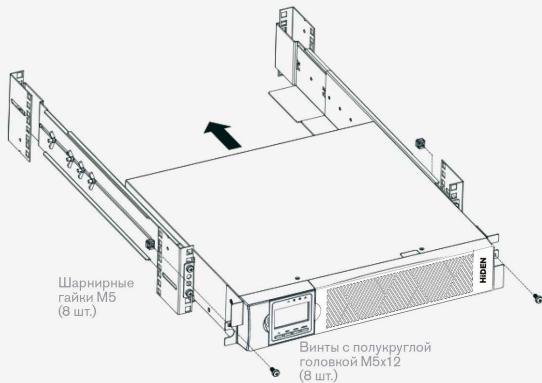

Рис. 4 Крепление передней части шкафа
- l. Закрепите переднюю часть ИБП на стойке с помощью винтов с полукруглой головкой M5x12 и одной закладной гайки M5 с каждой стороны(см. рис.4). Установите нижний винт на каждой стороне через нижнее отверстие кронштейна и нижнее отверстие рельса. Повторите процедуру для всех дополнительных ЕВР.